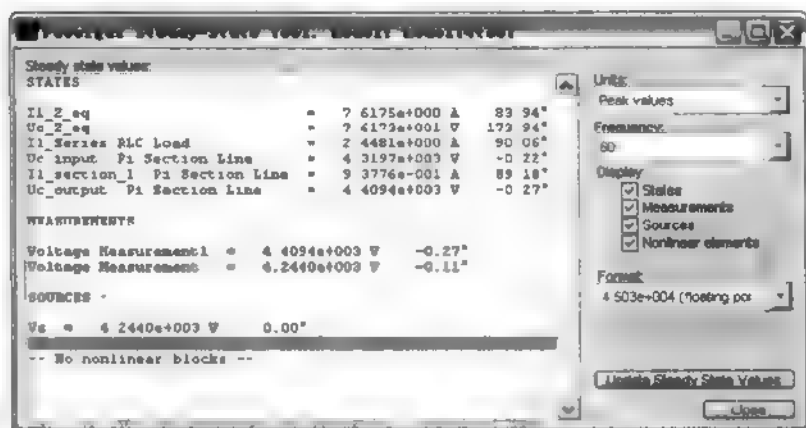

图 14.19 系统的各种信息显示
(4) 如果要显示稳定状态, 可以选中 States 复选框。在此将所有的复选框全部选中, 以便了解每一项的具体意义, 如图 14.19 所示。